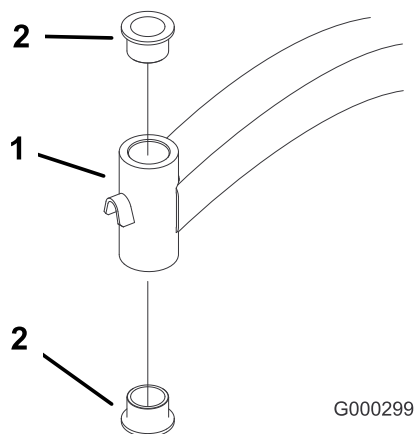

Figure 36
5. Insérez un chasse-goupille dans le tube de montage et chassez les bagues avec précaution (Figure 36). Nettoyez l'intérieur du tube de montage.